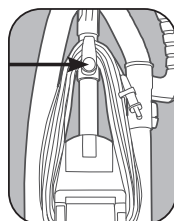

Fig. 2
3. Tournez le crochet du câble supérieur en position verticale et enroulez le câble d'alimentation autour des crochets de rangement lorsque vous rangez l'aspirateur (Fig. 2).
1. Le crochet de rangement du câble supérieur comprend une fonction de relâchement rapide. Pour libérer le cordon, faites pivoter le crochet vers le bas (Fig. 2).